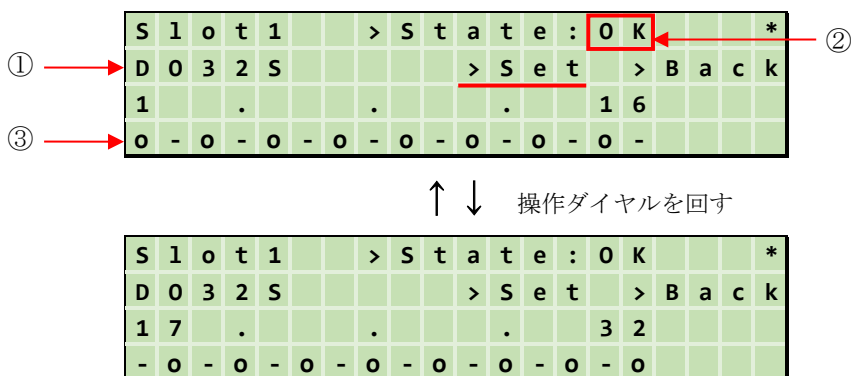

図 8.15 デジタル出力モジュール画面
デジタル出力	図 8.15 デジタル出力モジュール画面
デジタル出力モジュール画面（図 8.15）で「> Set」を選択すると、デジタル出力状態設定画面を表示します。
① 一括設定実行可否
「> ON」を選択すると、デジタル出力モジュール画面（図 8.15）へ切替り、③の表示がすべて「○」に設定されます。
「> OFF」を選択すると、デジタル出力モジュール画面（図 8.15）へ切替り、③の表示がすべて「-」に設定されます。